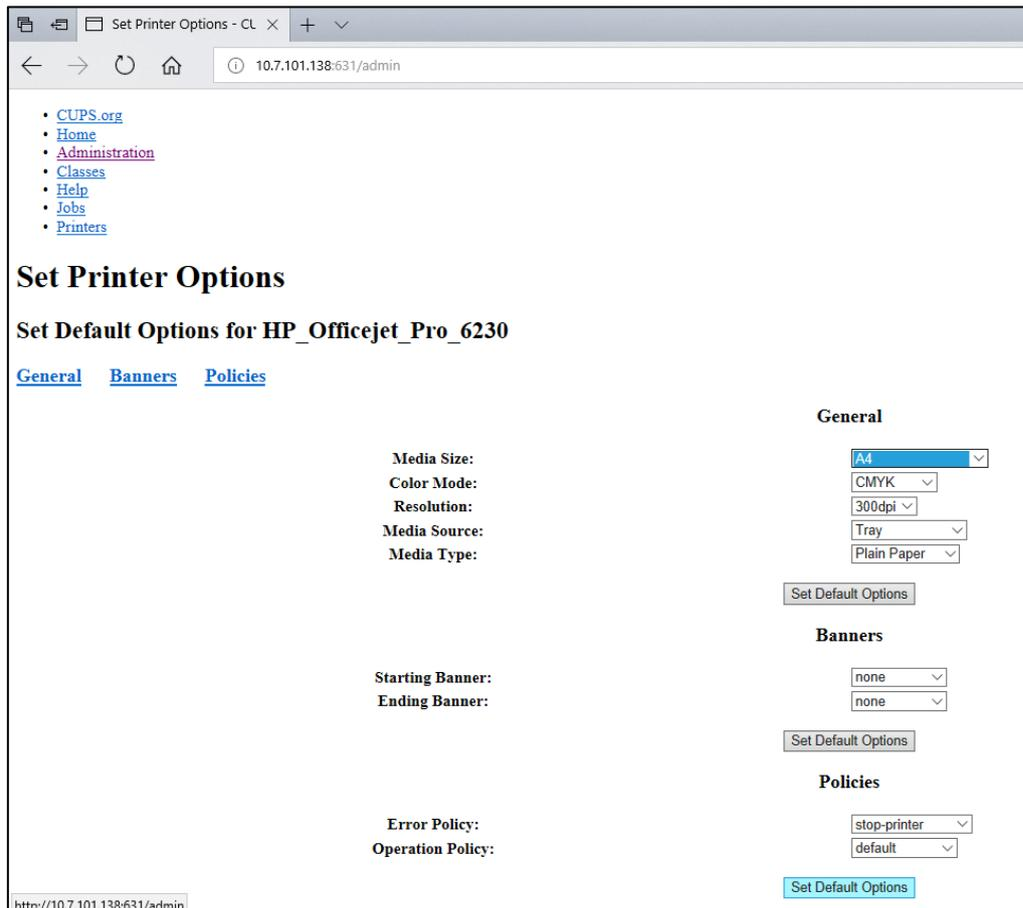

図 84. 正しい用紙サイズを選択。
7. 用紙サイズが正しくないと印刷できないプリンターもあるため、正しい用紙サイズ（「A4」など）を選択します。次に、**Set Default Options**（初期設定オプションを設定）を押してこの選択を保存します（図 84）。